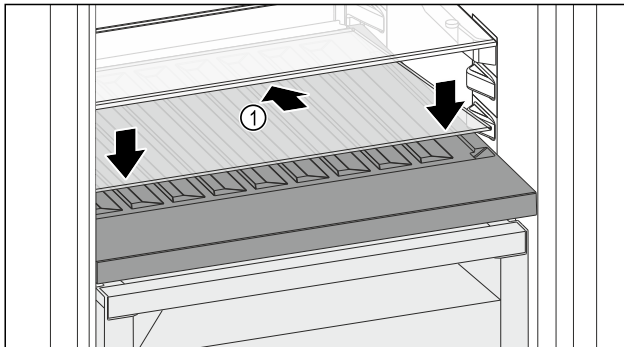

Fig. 149
- Aseta lasilevy Fig. 149 (1) vinosti ja takana alaspäin kallistettuna paikalleen.
- Laske lasilevy Fig. 149 (1) edestä alas.